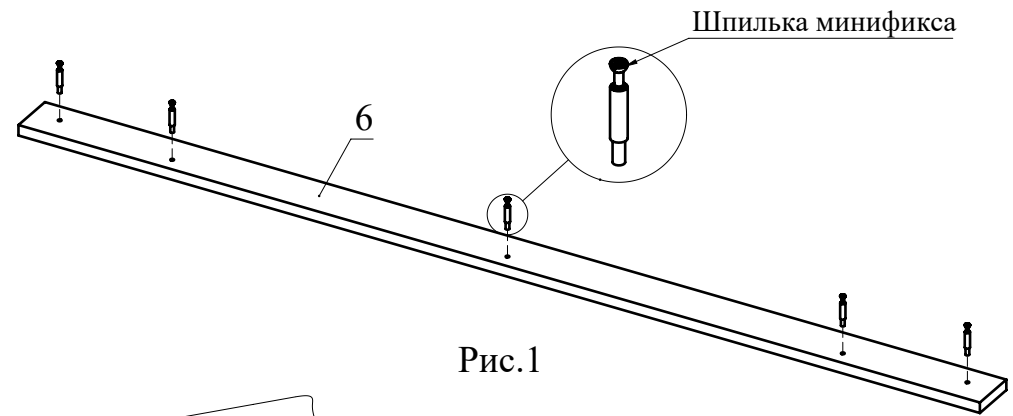

Рис.1
1. Вкрутите шпильки минификсов в деталь 6 (Рис. 1).